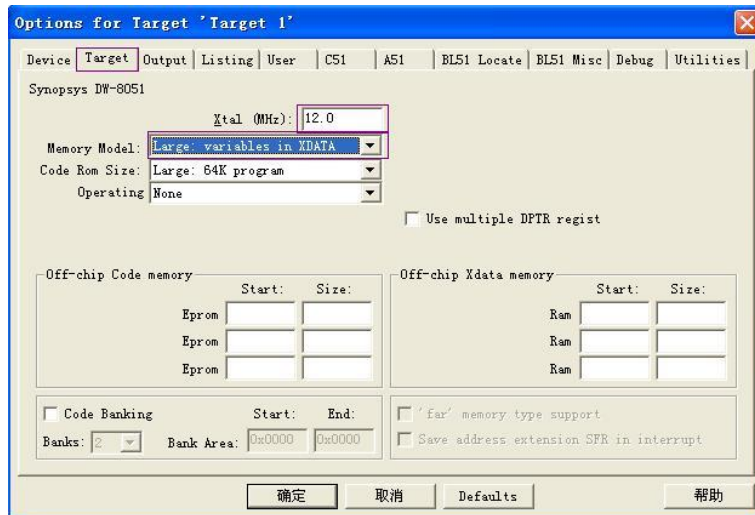

图 2 设置 Target 选项卡
5.1 在 **Target** 选项卡中如图 2 进行设置;